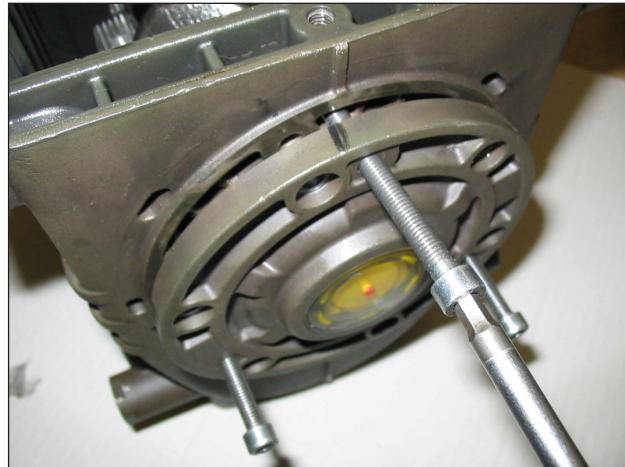

Рис. 3
- боковые крышки, используя для снятия 3 винта M6x50 с полной резьбой путем ввинчивания их в резьбовые отверстия, как показано на Рис. 3.